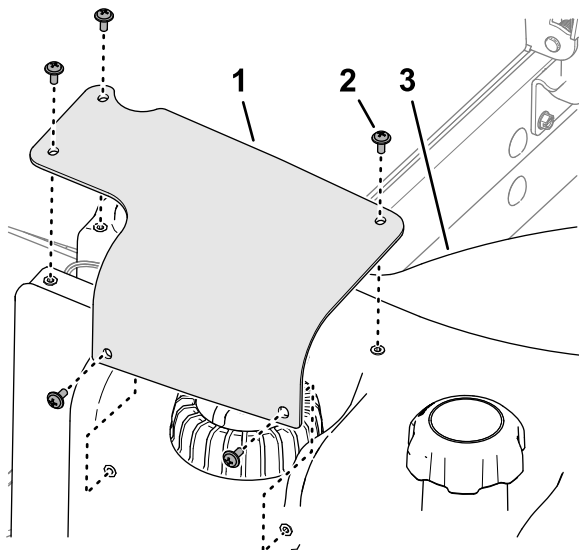

Figure 86
2. Retirez les 5 vis cruciformes qui fixent le couvercle du transmetteur de niveau de carburant sur le réservoir de carburant et déposez le couvercle (Figure 86).